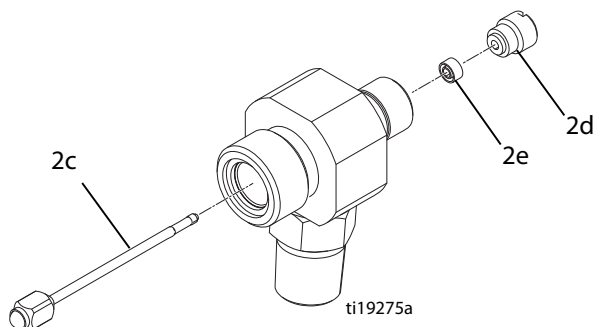

Рис. 10
- Извлеките иглу (2c). Отвинтите фиксатор седла (2d) и снимите уплотнение (2e). См. Рис. 10.